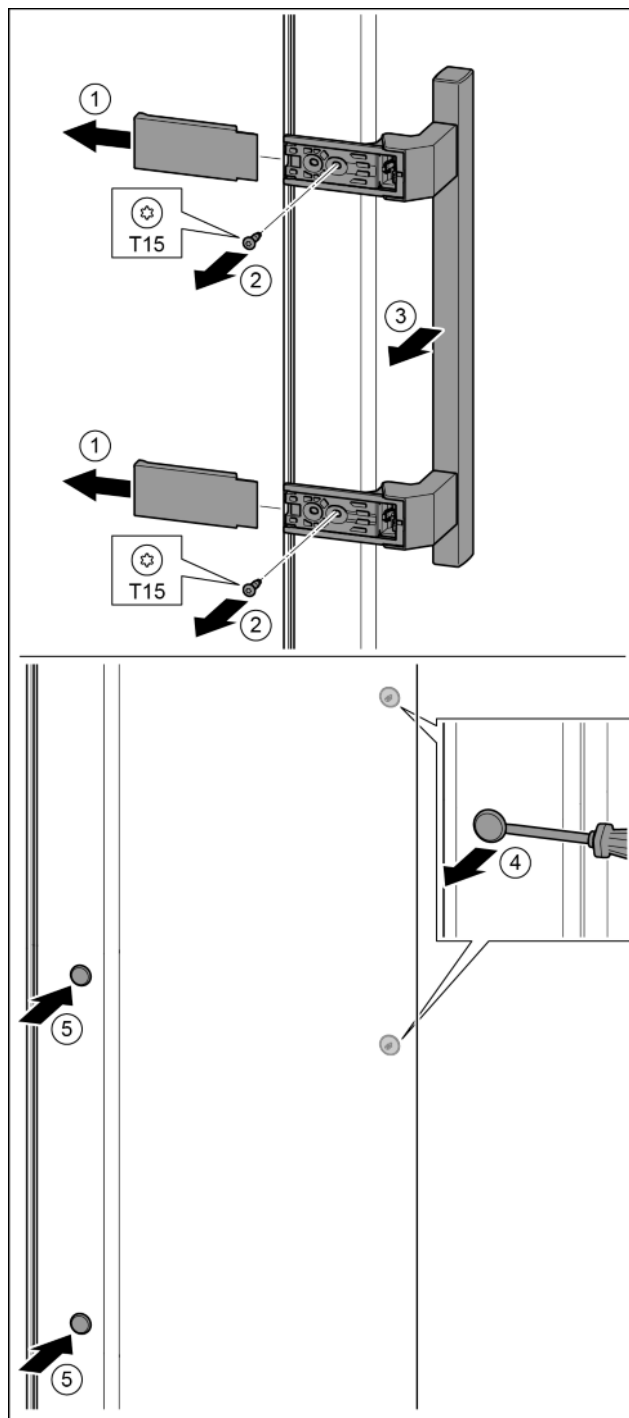

Fig. 32
- ▶ Stáhněte kryt. *Fig. 32 (1)*
- ▶ Šroubovákem T15 vyšroubujte šrouby. *Fig. 32 (2)*
- ▶ Sejměte madlo. *Fig. 32 (3)*
- ▶ Postranní zátku opatrně plochým šroubovákem nadzvedněte a vytáhněte. *Fig. 32 (4)*
- ▶ Zátku opět vložte na druhé straně. *Fig. 32 (5)*